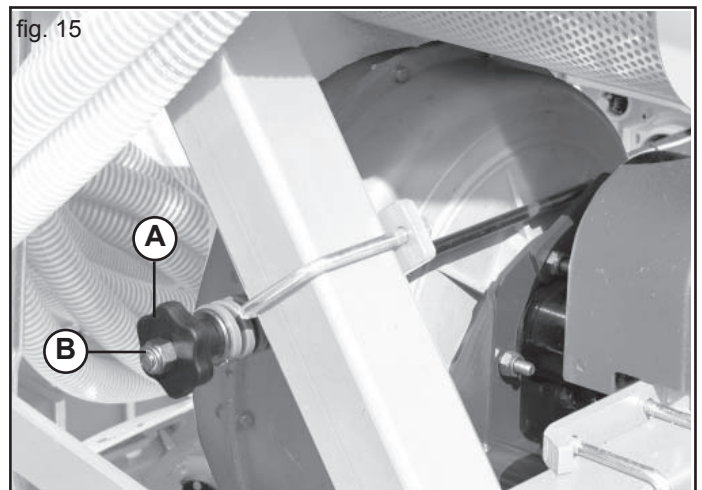
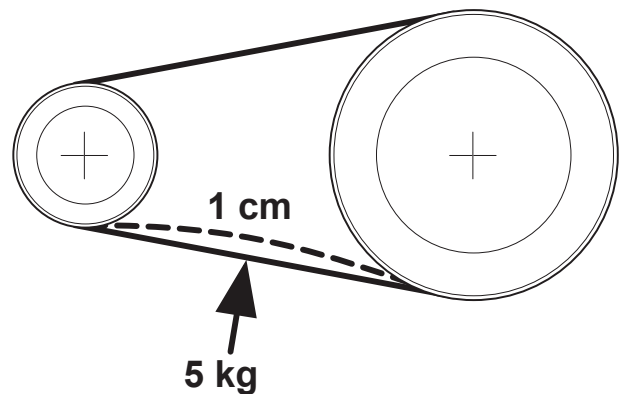

fig. 15
fig. 16
- 2) Riemen Spannung mit dem Handrad "A" ( Fig. 15) einstellen. Im mittleren Abschnitt zwischen den beiden Riemenscheiben mit einer Kraft von 5 kg auf den Riemen drücken. Der einzelnen Riemen muß sich um 1 cm (max.) eindrücken lassen (Abb. 16).
Zum Riemenwechsel Riemen komplett durch Loosen von Handrad A (Fig. 15) entspannen.
**Achtung: Nie die Stopmutter "B" (Fig. 15) entfernen!**